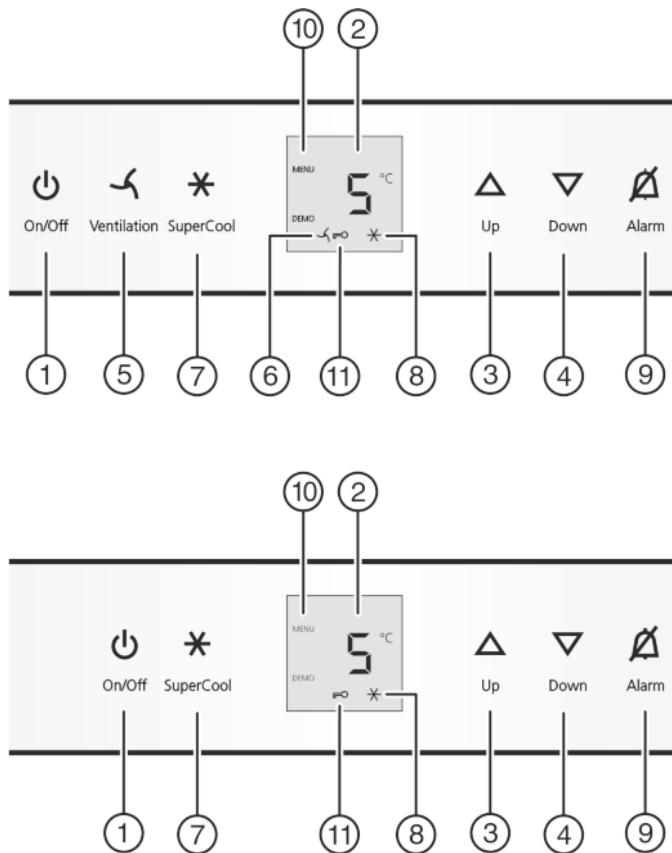

Fig. 2
- ▶ Toets On/Off Fig. 2 (1) indrukken.
- ▶ Instelmodus activeren: Druk de toets SuperCool Fig. 2 (7) ca. 5 s in.
- ▶ Druk kort op de toets SuperCool Fig. 2 (7) om te bevestigen. Als in de display **cl** wordt aangegeven:
- ▶ om de kinderbeveiliging in te schakelen, drukt u kort op de toets SuperCool Fig. 2 (7).
- ▷ Het symbool kinderbeveiliging Fig. 2 (11) brandt. Op de display knippert **c**.
- ▶ om de kinderbeveiliging uit te schakelen, drukt u kort op de toets SuperCool Fig. 2 (7).
- ▷ Het symbool kinderbeveiliging Fig. 2 (11) dooft. Op de display knippert **c**.
- ▶ Instelmodus deactiveren: toets On/Off Fig. 2 (1) indrukken.
- ▶ Toets Alarm Fig. 2 (9) indrukken.
- ▶ Temperatuur hoger instellen: insteltoets Up Fig. 2 (3) indrukken.
- ▶ Temperatuur lager instellen: insteltoets Down Fig. 2 (4) indrukken.
- ▶ Toets SuperCool Fig. 2 (7) kort indrukken.
- ▷ Het symbool SuperCool Fig. 2 (8) is verlicht in de display.
- ▷ Het symbool SuperCool Fig. 2 (8) in de display gaat uit.
- ▶ Druk kort op de toets Ventilatie Fig. 2 (5).
- ▷ Het symbool Ventilatie Fig. 2 (6) brandt.